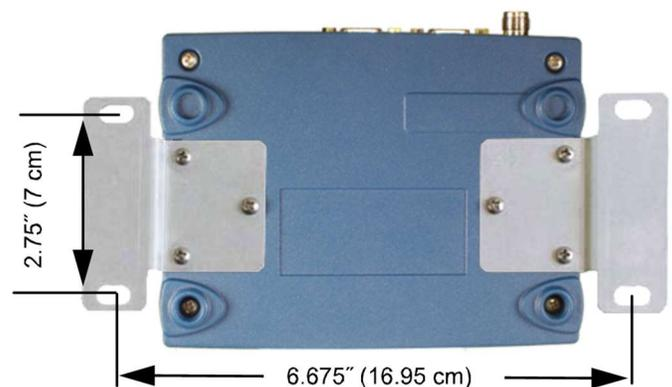

Abbildung 3. Befestigungswinkelabmessungen
- Montage des Empfängers.** Bringen Sie die mitgelieferten Halterungen an der Unterseite des Empfängers an (falls nicht bereits angebracht), und verwenden Sie dafür die vier mitgelieferten 6-32 x 1/4 Zoll (6 mm) Schrauben. Die Abmessungen der Montagewinkel finden Sie unter *Abbildung 3*. Wenn DIN-Schienen-Montagewinkel verwendet werden müssen, wenden Sie sich bitte an das *Technische Handbuch*, um weitere Anweisungen zu bekommen.